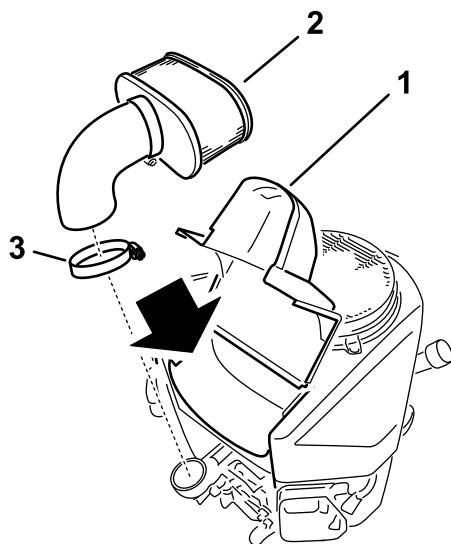

Figura 38
4. Allentate la fascetta stringitubo e rimuovete l'elemento di carta (Figura 38).